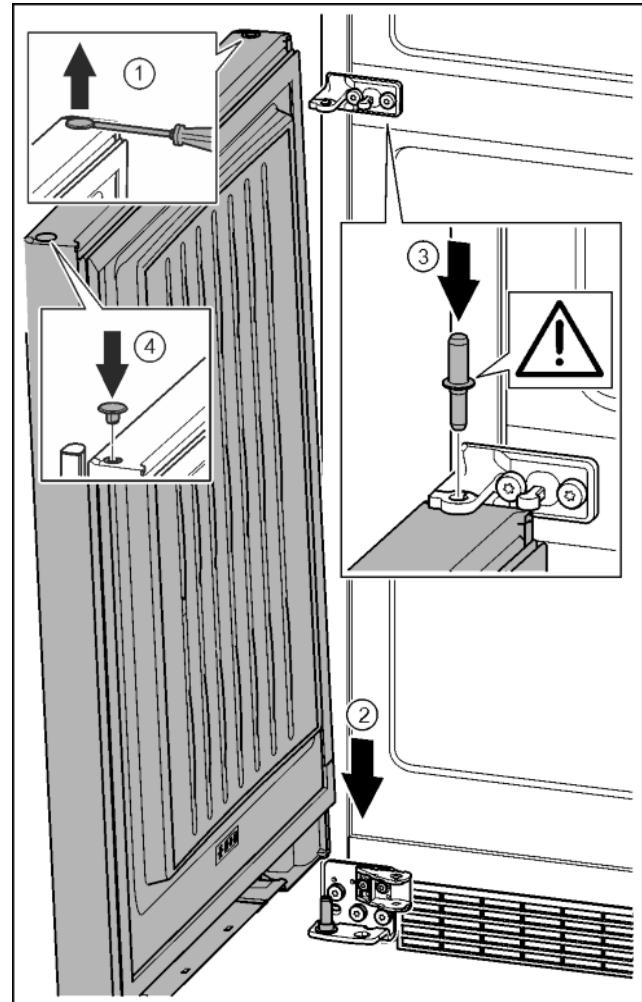

Fig. 35
- Осторожно приподнять шлицевой отверткой заглушку и извлечь ее. *Fig. 35 (1)*
- Установить дверь сверху на нижний опорный палец. *Fig. 35 (2)*
- Вставить средний опорный палец через средний опорный кронштейн в нижнюю дверь. При этом следить за тем, чтобы выступ фиксатора был направлен назад. *Fig. 35 (3)*
- Заглушку снова вставить с другой стороны. *Fig. 35 (4)*